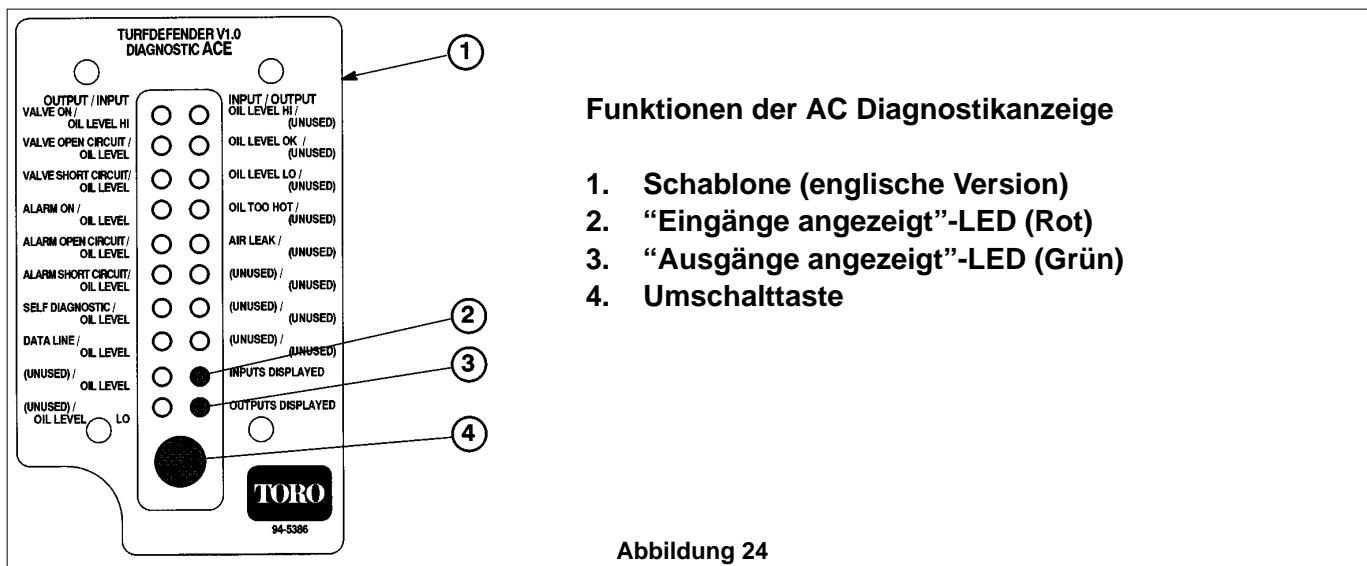

Abbildung 24
3. Den Stecker der ACE Diagnostikanzeige in die korrekte Rücklaufschlaufenbuchse am Kabelbaum einstecken. Die TurfDefender-Schablone (gehört zum Lieferumfang des Leckanzeigersatzes) auf die ACE Diagnostikanzeige legen (Bild 24).
5. Die roten “Eingänge angezeigt”-LED unten in der rechten Spalte der ACE Diagnostikanzeige sollten aufleuchten. Wenn die grünen “Ausgänge angezeigt”-LED aufleuchten, den Wechselschalter auf der ACE Diagnostik drücken und wieder loslassen, um die LED auf “Eingänge angezeigt” umzustellen. Die Taste nicht nach unten gedrückt halten (Bild 24).